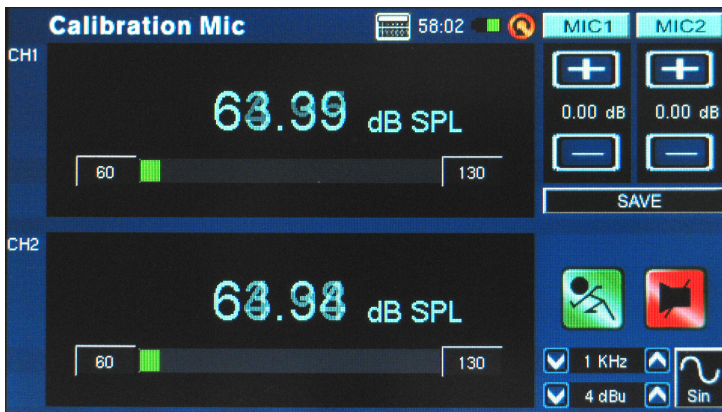

figura 69
1. Ingrese al menú System (Sistema) > Calibration (Calibración) > Mic (figura 69).